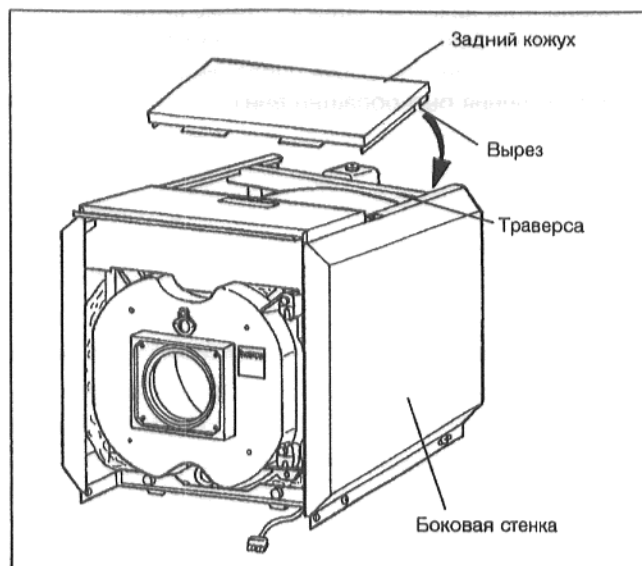

Рис. 32
- Установить задний кожух между боковыми стенками таким образом, чтобы вырез попадал поверх траверсы (Рис. 32).